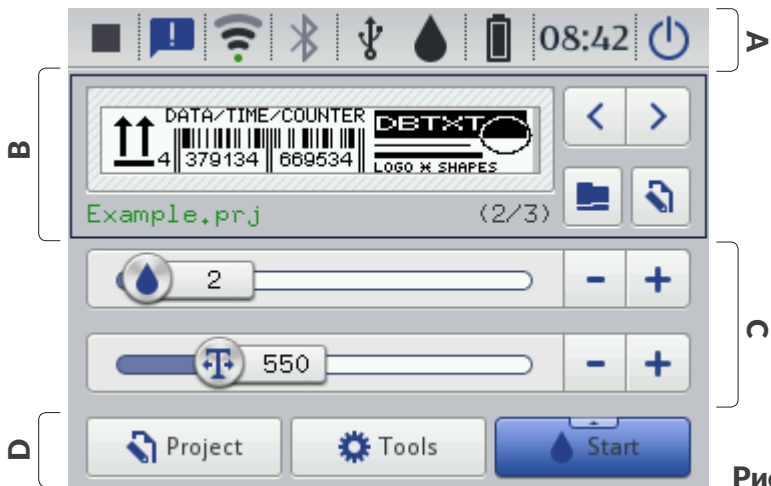

Рис. 10.
<ul style="list-style-type: none">- Переключение между окном проекта В (см. Рис. 10 на странице 30) и окнами основных параметров печати С в главном окне. Активное окно обозначено черной рамкой.- Активация блокировки ЖК-дисплея (путем длительного удержания клавиши).
- Выбор следующего проекта для печати в рамках одной папки в окне проекта **В** (см. Рис. 10 на странице 30).
- Выбор предыдущего проекта для печати в рамках одной папки в окне проекта **В** (см. Рис. 10 на странице 30).